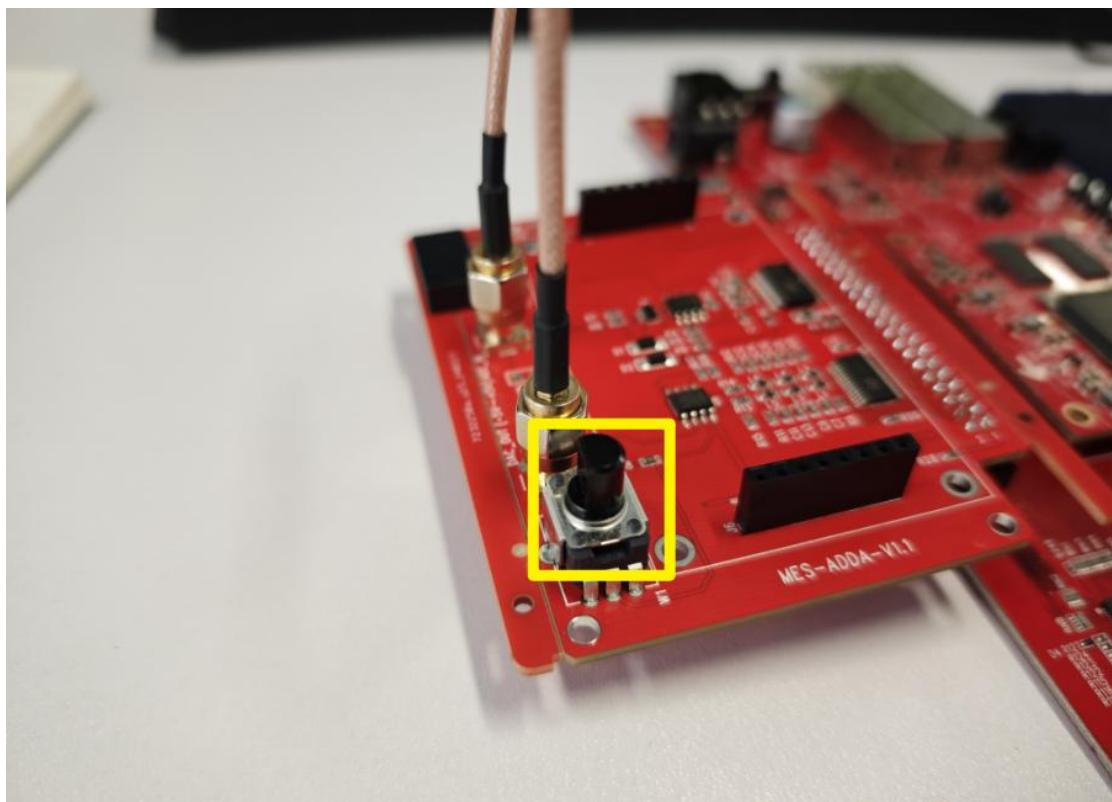

图 14 步骤五
- 5、调整 MES-ADDA-v1.0 模块的 W1 电阻旋钮，调整输出波形幅度，如图 14。